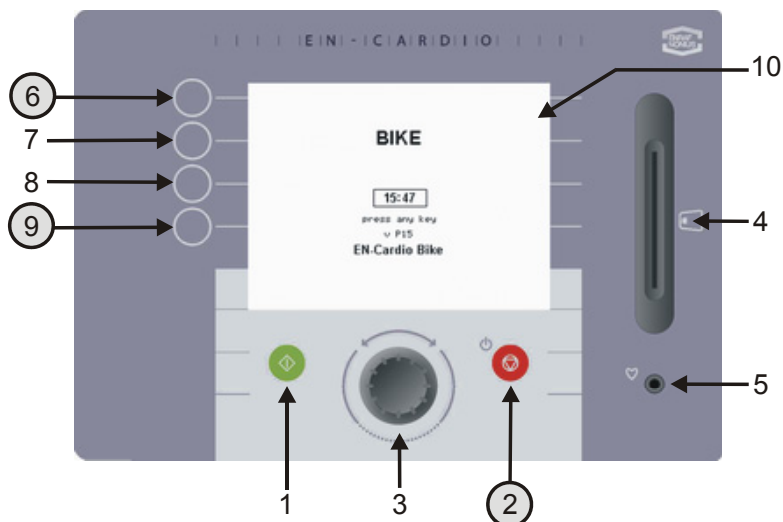

Abbildung 13 Änderung der Einstellungen im Stand-By – Fenster
7. Betätigen Sie die Stopptaste (2) im Startfenster (Abb. 13) und halten Sie sie 5 Sekunden lang fest.